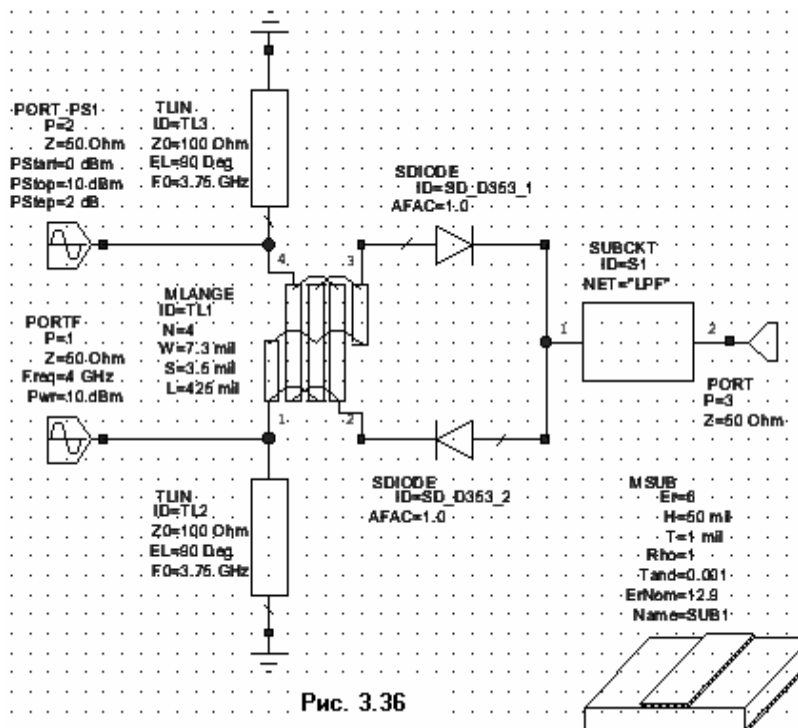

Рис. 3.36
- Перетащите подсхему **LPF** в окно схемы смесителя и подключите её между ёмкостью **C3** и портом **3**. Окончательная схема смесителя показана на рис. 3.36.